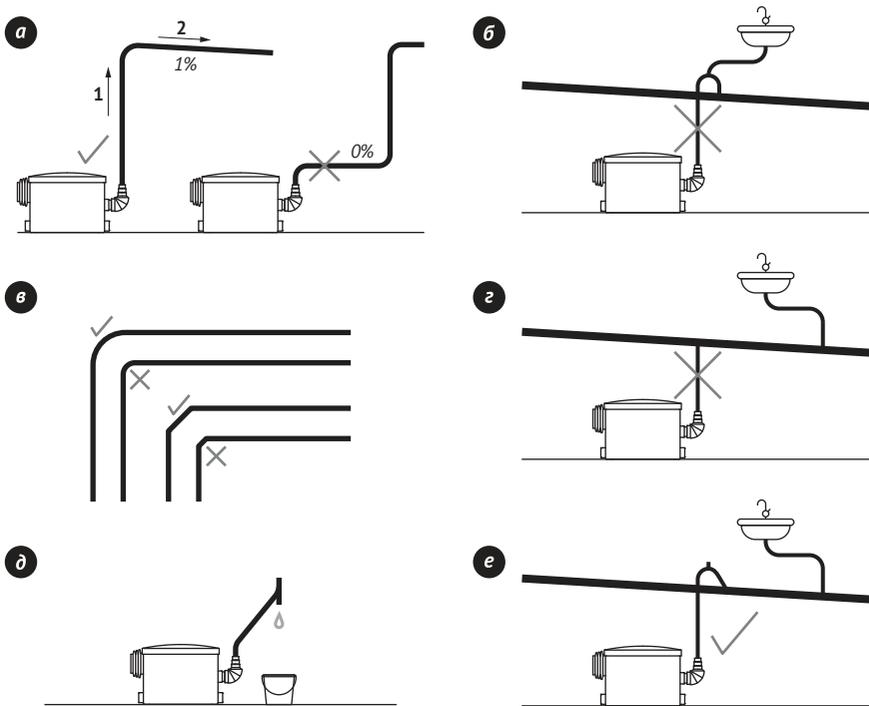

Рис. 14
- вертикальный участок всегда должен предшествовать горизонтальному (рис. 14а);
- горизонтальные участки должны иметь уклон не менее 1 % (рис. 14а);
- все изгибы напорного трубопровода должны быть плавными. Например, для поворота на 90°, рекомендуется использовать два угловых фитинга по 45° (рис. 14в). Каждый поворот уменьшает максимальную длину горизонтального сброса на 1 м;
- напорный трубопровод должен иметь отдельный вход в канализационный лежак или стояк, который не должен совмещаться ни с какими другими канализационными трубами (рис. 14е);
- вход в лежак выполняется сверху, под углом в направлении основного потока (рис. 14е);
- в дальней точке вертикального участка трубопровода рекомендуется установить слив для удобства проведения обслуживания и демонтажа станции (рис. 14д).